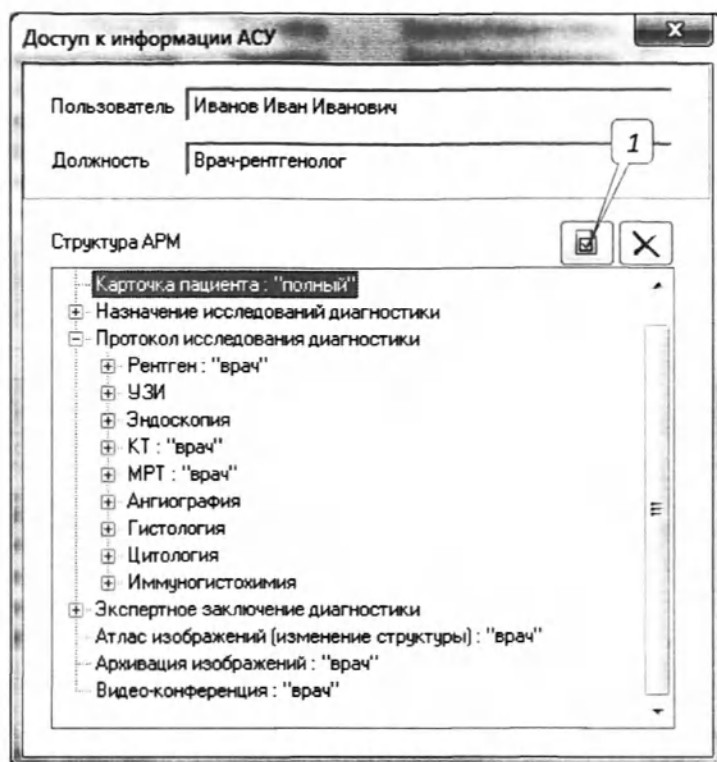

Рис. 4.46. Окно «Доступ к информации АСУ».
- Затем для нового пользователя необходимо определить уровень доступа к информации по подсистемам. Для этого нужно выбрать пользователя в таблице и нажать кнопку «Установка доступа к информации» или дважды кликнуть левой кнопкой мыши по строке в таблице, соответствующей выбранному пользователю. В результате на экране появится окно «Доступ к информации АСУ» (рис. 4.46), в котором представлена структура АРМ по подсистемам с уровнем доступа пользователя:
- Для установки требуемого уровня доступа необходимо кликнуть правой кнопкой мыши по выбранной подсистеме и в появившемся меню выбрать соответствующее значение. Для вызова меню с уровнями доступа можно также нажать кнопку «Установка доступа к информации» (сноска 1, рис. 4.46).